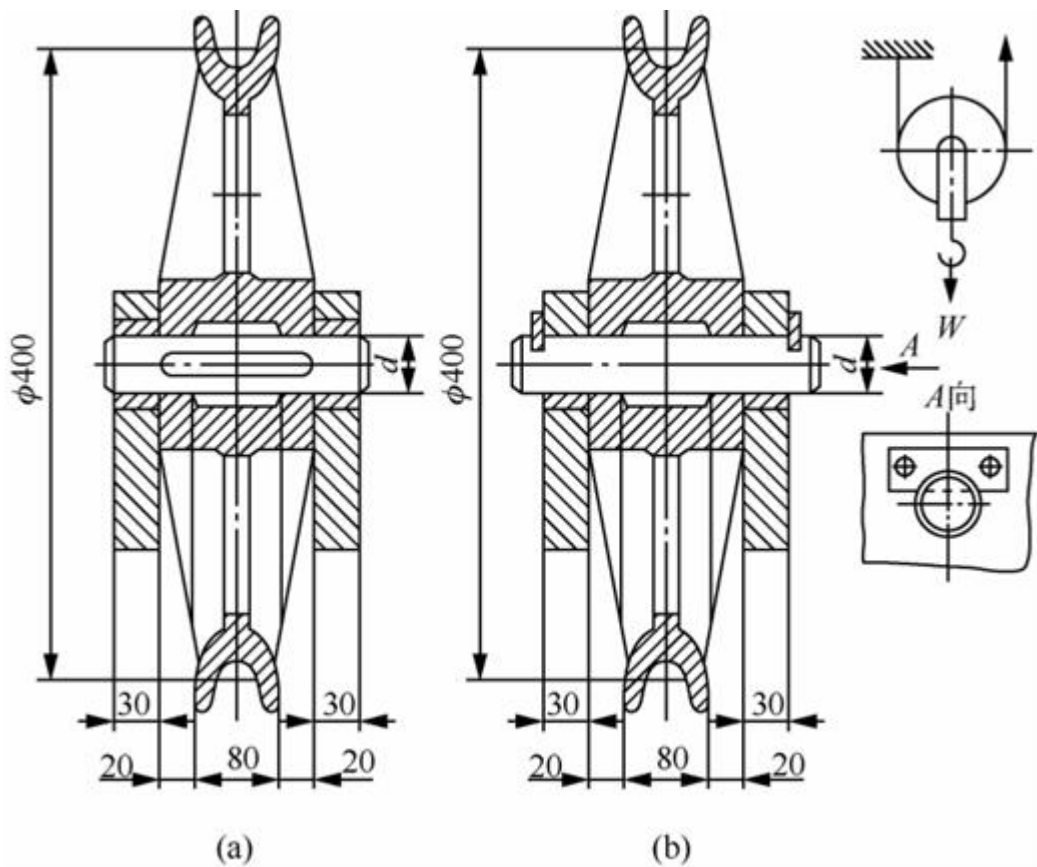

图14-2-3
14-5 图14-2-3所示为起重机动滑轮轴的两结构方案，轴的材料为Q275，起重量 $W = 10\text{kN}$ ，求轴的直径 d 。
(1) 如图14-2-3 (a) 所示，该方案中轴为转动心轴，弯曲应力为对称循环变应力，查教材表14-3，取许用应力 $[\sigma_{-1b}] = 45 \text{ MPa}$ 。
(2) 如图14-2-3 (b) 所示，该方案中轴为固定心轴，弯曲应力按脉动循环处理，查教材表14-3，取许用应力 $[\sigma_{0b}] = 75 \text{ MPa}$ 。